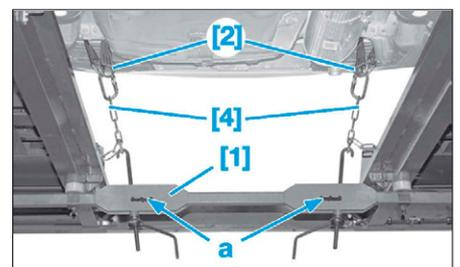

FIG. 8
- Engager les élingues [4] dans les manilles [2] (Fig.8).